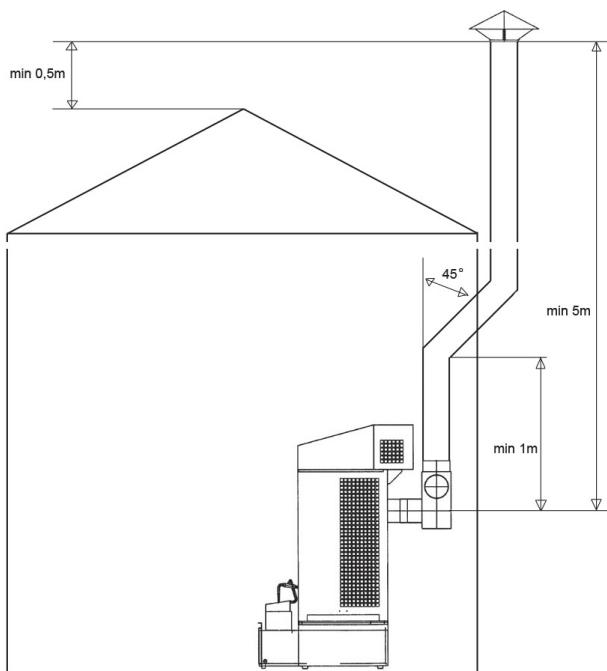

Fig. 2
- ▶ Fig. 2 Instalația coșului de fum